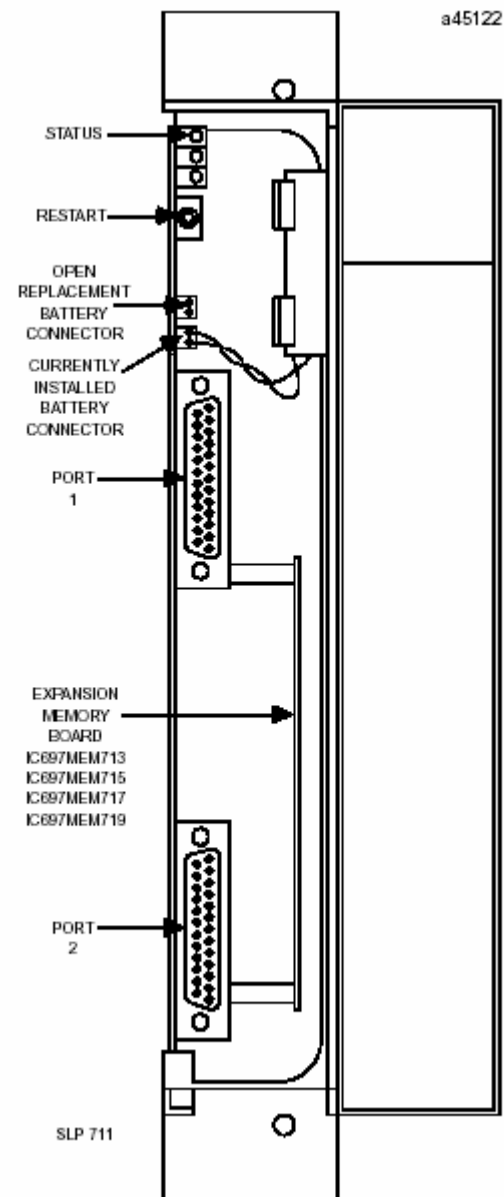

图 2. 状态逻辑处理器模块, 用户详细资料编程和配置
SLP 可使用扩展内存板。SLP的基本板载内存为用户程序提供21KB的空间。扩展板可为用户程序提供额外的64KB、128KB、256KB、512KB存储空间。扩展内存所需的电池Y在SLP板上的位置如图2所示。
- 将电池接到任意一个连接器上（见图2）
SLP 模板上的三个状态灯如图2所示。顶灯显示模板运行状态, 正常运行时常亮。底下2个灯不常用一直为灭。